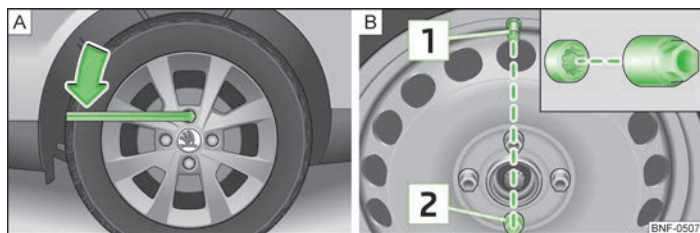

Fig. 110 Cambio de rueda: Aflojar los tornillos de rueda/Lugar de montaje del tornillo de rueda antirrobo
- Agarrar la llave por el extremo y girar el tornillo aproximadamente **una** vuelta hacia la izquierda » fig. 110 - [A].
El **tornillo de rueda antirrobo** debe estar atornillado en el caso de una rueda con tapacubos integral, en la posición **[2]** » fig. 110 - [B] frente a la válvula **[1]**. Si no es así, el tapacubos no se podrá montar.